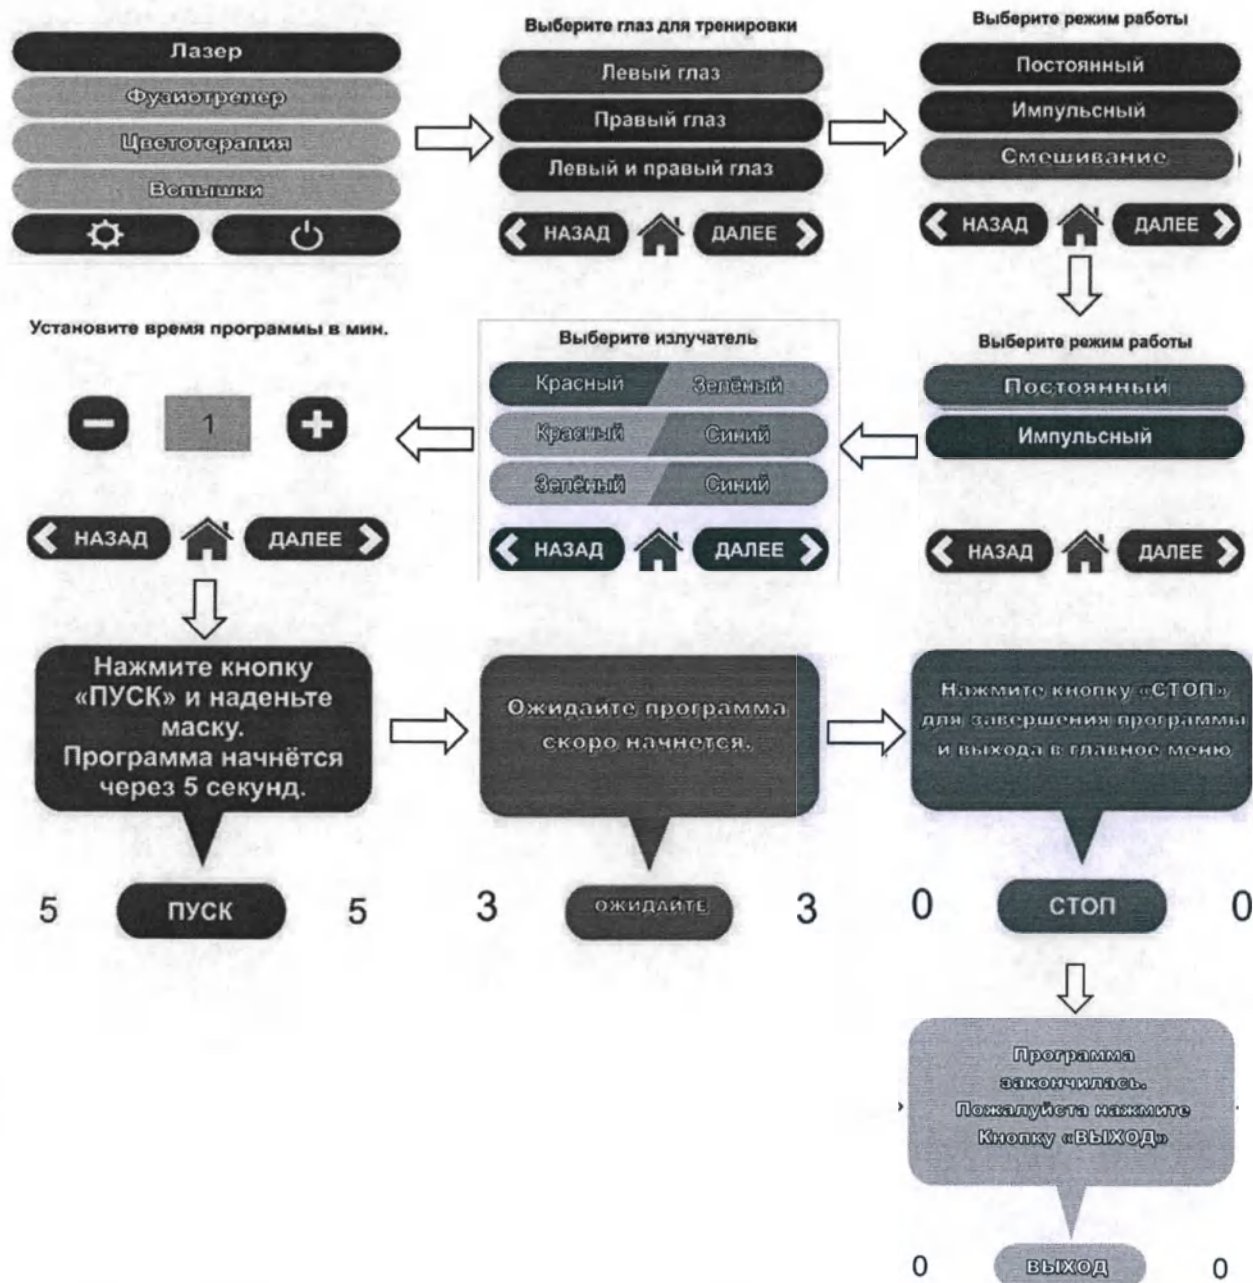
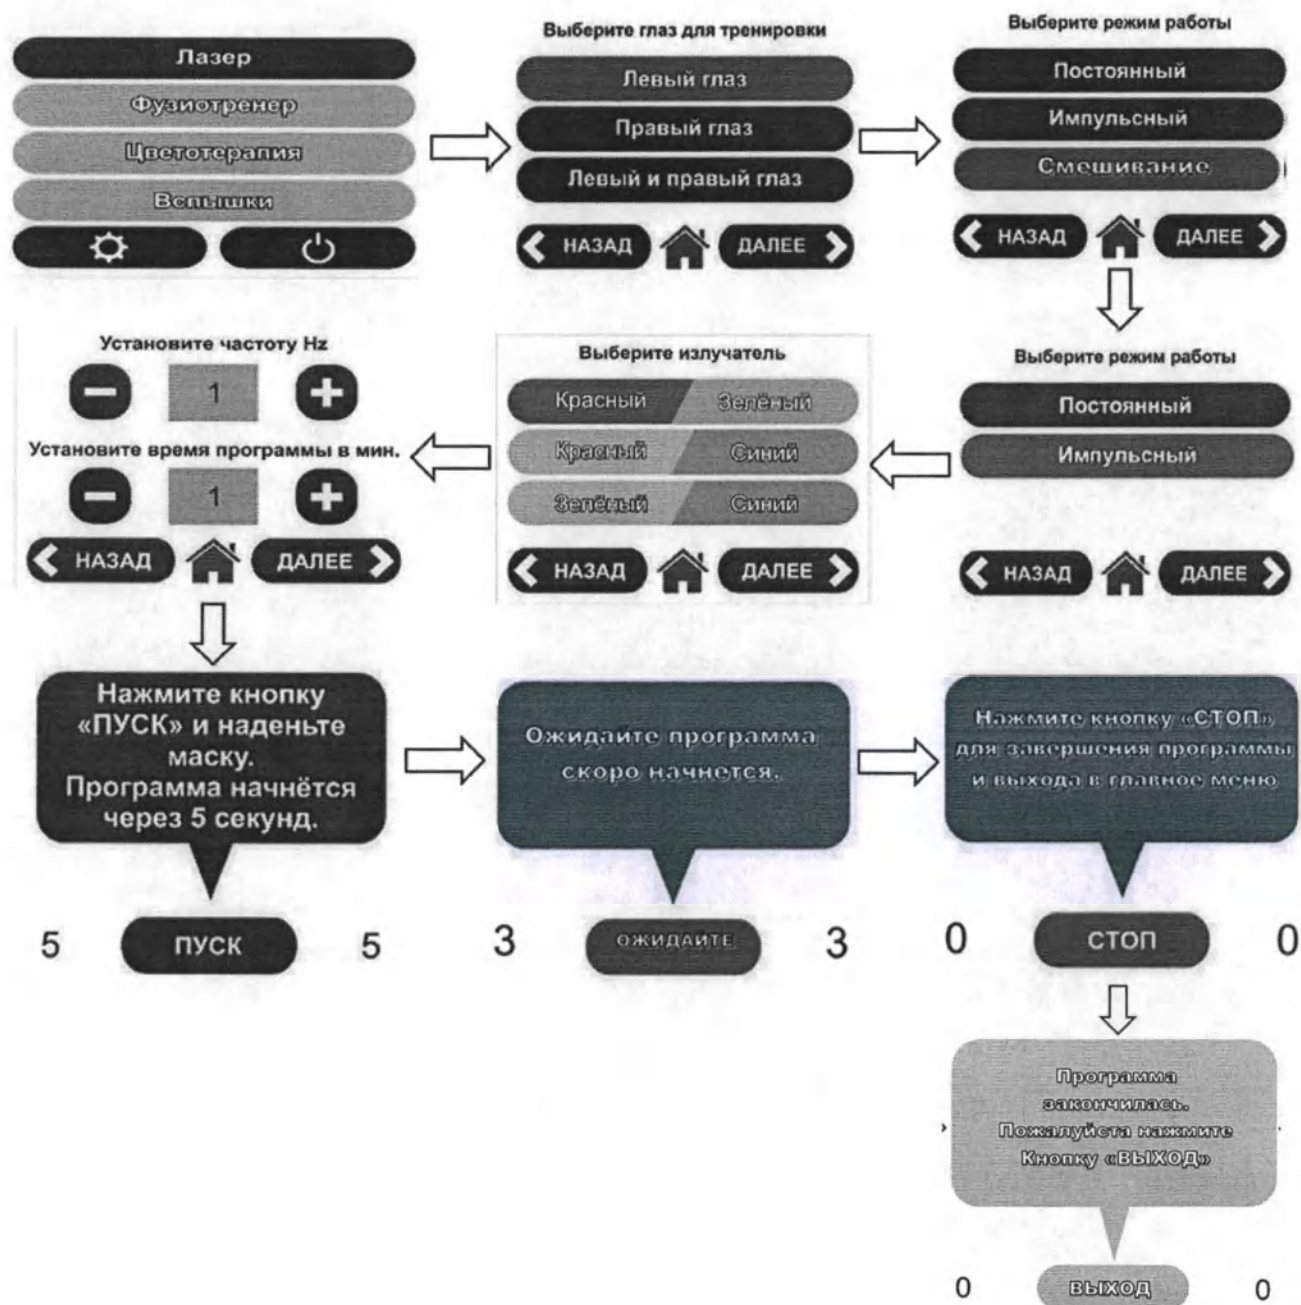

Рисунок 9 – Схема настройки параметров работы лазера в постоянном режиме «Смешивание»
Рисунок 10 – Схема настройки параметров работы лазера в импульсном режиме «Смешивание»
- «Смешивание» (рисунок 9, 10) – режим, в котором лазер или светодиод светится в импульсном или постоянном режиме. Прерывания настраиваются от 1 до 60 Гц. Допускается настройка смешивания цветов излучения светодиодов.
7. Выбор режима работы «Смешивание» (рисунок 9, 10)
При выборе режима «Смешивание» программа предложит пользователю выбрать, в каком именно режиме будет работать программа: «Постоянный» (рисунок 9) или «Импульсный» (рисунок 10).
8. Выбор излучателя в режиме «Смешивание» (рисунок 9, 10)
После выбора режима работы (рисунок 9, 10) программа предложит выбрать цвета излучателей для смешивания в режиме «Постоянный» (рисунок 9) или «Импульсный» (рисунок 10).
9. Установка времени программы в режиме «Смешивание» (рисунок 9)
После выбора цвета источника излучения, если пользователь работает в режиме «Постоянный» (рисунок 9), то программа предложит пользователю установить время процедуры: от 1 до 4 мин., шаг установки 1 мин. Кнопками «+» / «-» осуществляется регулировка значений.
10. Установка частоты и времени программы в режиме «Смешивание» (рисунок 10)
После выбора цвета источника излучения, если пользователь работает в режиме «Импульсный» (рисунок 10), то программа предложит пользователю установить время процедуры: от 1 до 4 мин., шаг установки 1 мин. и частоту следования импульсов в диапазоне от 1 до 60 Гц, шаг установки 1 Гц. Кнопками «+» / «-» осуществляется регулировка значений.